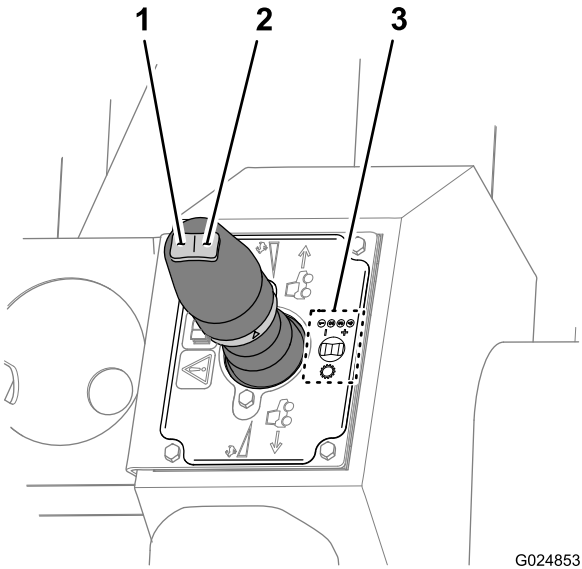

Figura 43
- Per selezionare una marcia superiore, premete il pulsante di cambio a una marcia superiore (destra) sull'interruttore a bilanciere (Figura 43).
- Per selezionare una marcia inferiore, premete il pulsante di cambio a una marcia inferiore (sinistro) sull'interruttore a bilanciere (Figura 43).